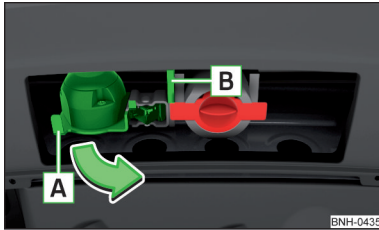

Abb. 220
- Die 13-polige Steckdose am Griff **[A]** fassen und in Pfeilrichtung ausschwenken » Abb. 220.